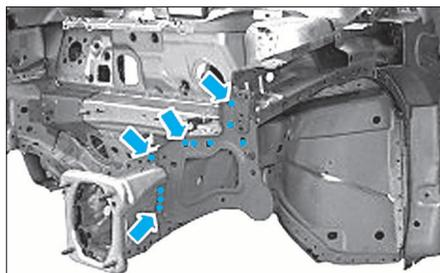

FIG. 11
- la tôle de logement (Fig.11).